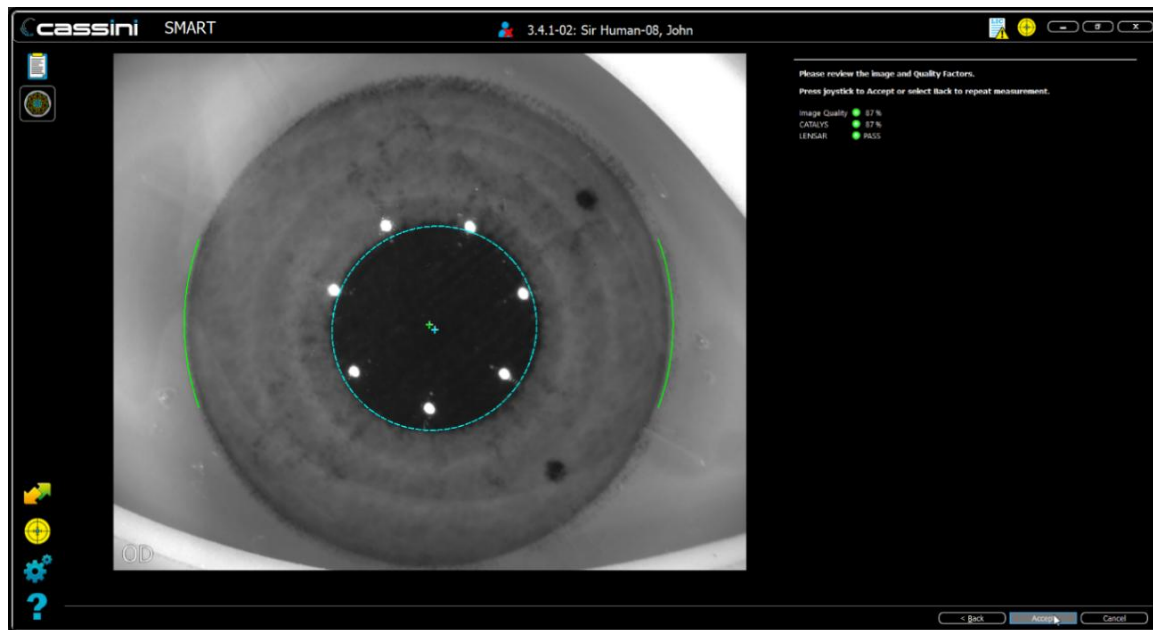

Figure 27 : Résultats du scan mésopique
4. Les résultats s'affichent, comme illustré à la Figure 27